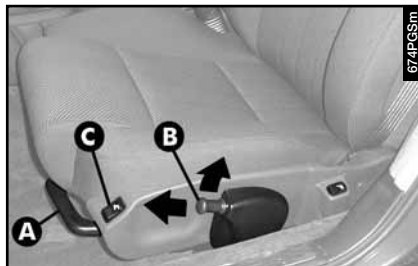

fig. 23
Levante la palanca (A-fig. 23) y empuje el asiento hacia adelante o hacia atrás.
Para levantar el asiento, extraer la palanca (B-fig. 23) y desplazarla hacia arriba hasta alcanzar la altura deseada, luego soltarla. Para bajar el asiento, extraer la palanca (B) y desplazarla hacia abajo hasta alcanzar la posición deseada, luego soltarla.
La regulación se efectúa presionando en la parte delantera o trasera del pulsador abatible (C-fig. 23).